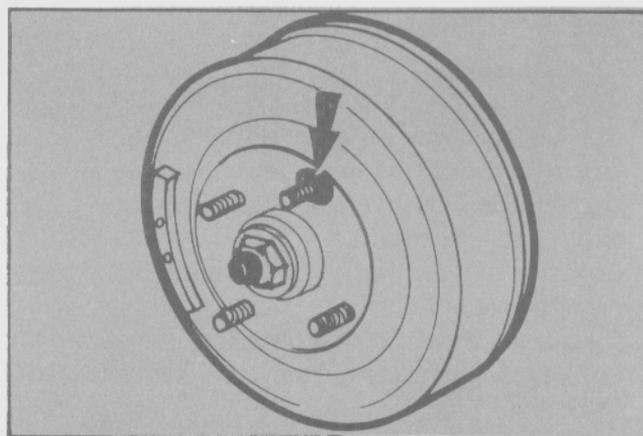

Fig. 56 - Colocación del seguro de la campana.
- Montar la campana de frenos y colocar el seguro elástico en los espárragos (Fig. 56).